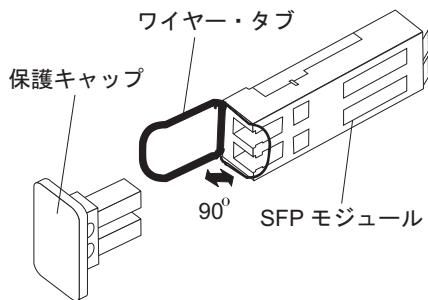

図 18. SFP モジュール・ラッチのアンロック - ワイヤー・タブの場合
- ワイヤー・タブが入っている SFP モジュールの場合は、図 18 に示すように、ワイヤー・ラッチを外側に 90° 引いて SFP モジュールのラッチをアンロックします。